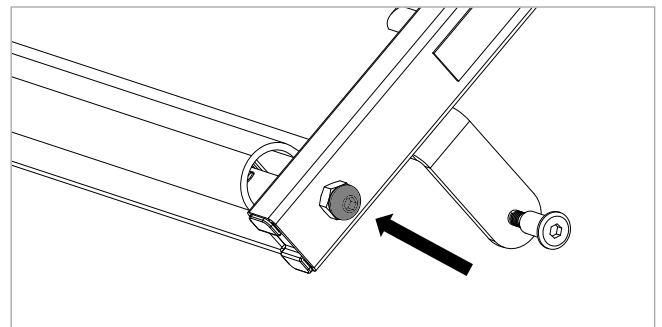

Figure 6.17
17. Insérez le boulon de fixation de la barre inférieure M8 x 25 à travers le support et dans le bloc en plastique. Serrez à l'aide d'une clé Allen de 5mm (voir Figure 6.17).